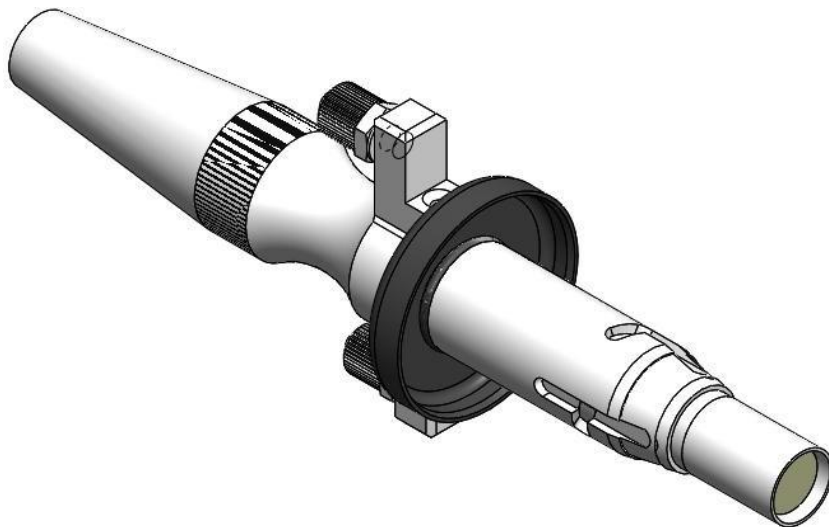

图1.7
- ② 将配件中白色小盒子内的防尘套套进光纤头上，如下图1.7所示：